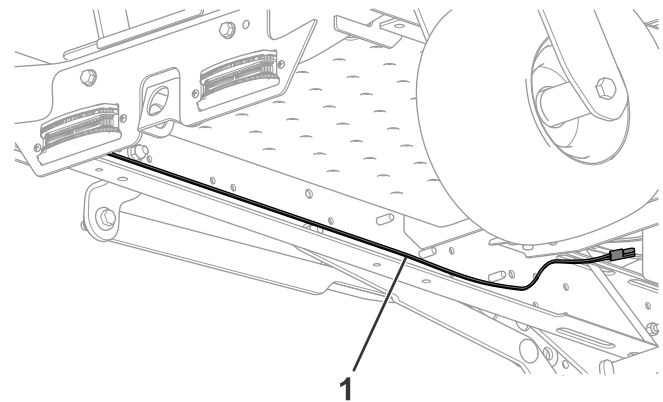

**Figura 7**
4. Conecte el arnés de cables a la parte trasera de las luces y sujete el arnés al travesaño delantero del bastidor usando los clips del arnés (Figura 7).